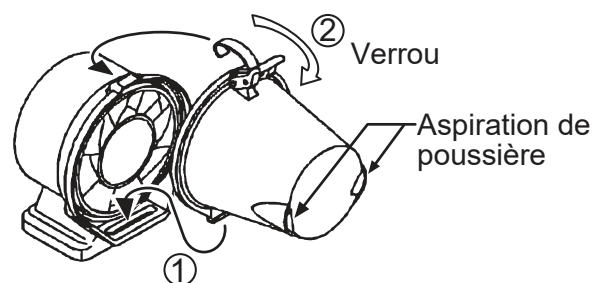

Figure 23. Verrouiller le bac à poussière
3. Réinstallez le bac à poussière sur le corps du filtre à air et fixez le bac à poussière avec les loquets de verrouillage (Figure 23).